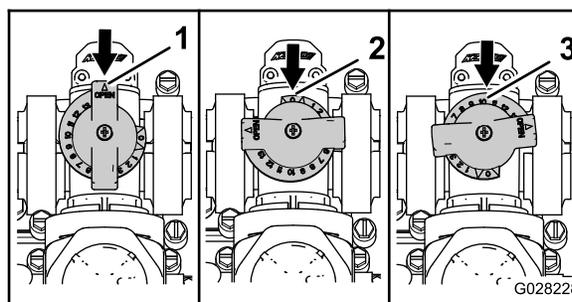

图30
- 图30 中 A 所示为搅拌旁通阀处于完全“打开”位置。
- 图30 中 B 所示为搅拌旁通阀处于“关闭0”位置。
- 图30 中 C 所示为搅拌旁通阀处于中间位置经打药车系统压力表进行调节。